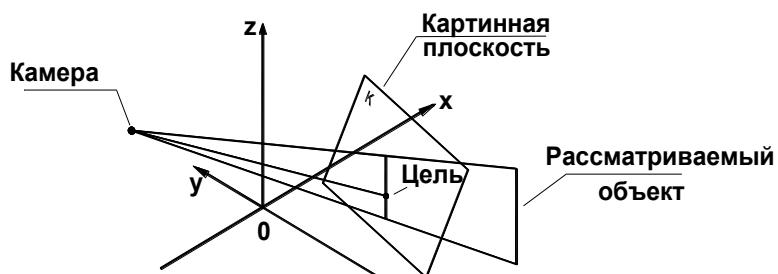

Рис.3.2. Перспективное проецирование.
- перспективное (в AutoCAD - точка зрения наблюдателя заменяется *камерой*, проецирующие лучи *НЕ параллельны*, требуется дополнительная информация о положении камеры относительно модели и луч зрения ориентирован на точку, называемую целью) (рис. 3.2).
- двумя углами, определяющими положение главного луча зрения относительно координатных осей и плоскостей: угол между лучом зрения, проведенным из точки зрения в начало текущей системы координат и плоскостью ХОY и угол между проекцией луча зрения на плоскость ХОY и осью ОХ (рис. 3.2).